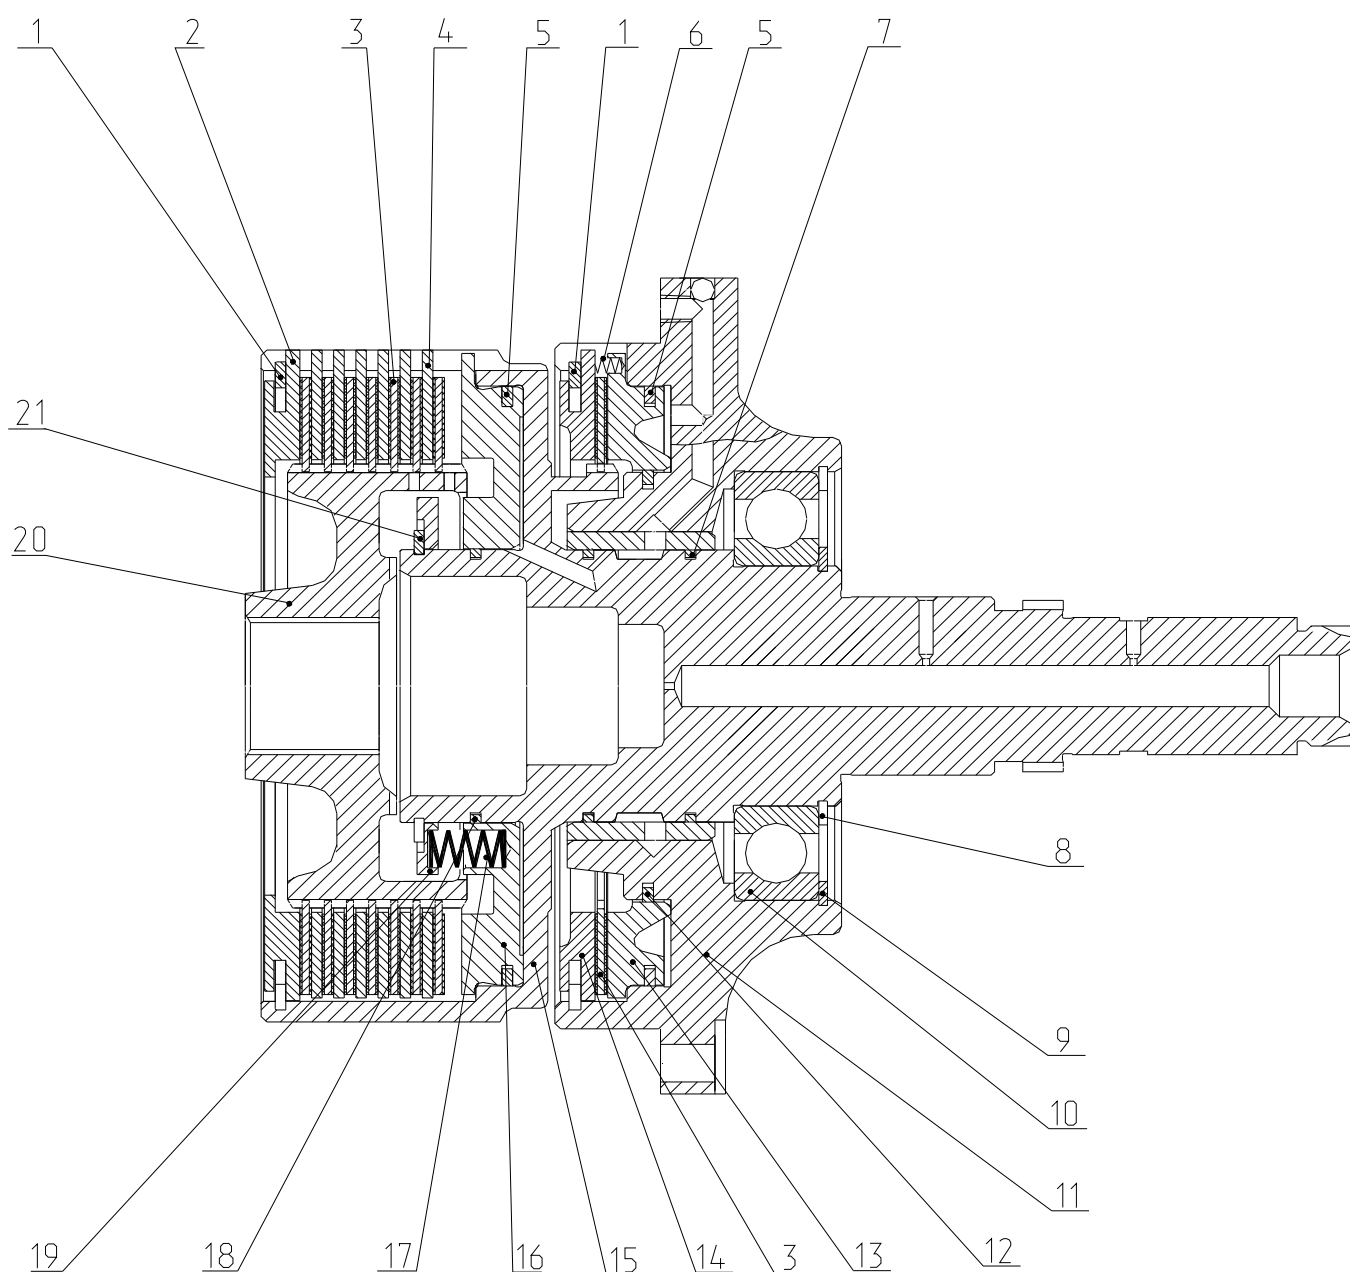

Рис.4.81 Тормоз BOM.
1) снимите, с помощью специальных щипцов, стопорное кольцо (8), (рисунок 4.81), подшипника (10) с вала фрикциона;
2) выпрессуйте вал фрикциона (15), (рисунок 4.81), из корпуса тормоза (11);
3) сожмите, с помощью специальных щипцов, стопорное кольцо (1), (рисунок 4.81), опорного диска (2) фрикциона, и снимите опорный диск;
4) извлеките шлицевую муфту (20), (рисунок 4.81);
5) извлеките пакет ведомых (4), (рисунок 4.81), и ведущих (3) дисков;
6) сожмите под прессом через опорное кольцо (19), (рисунок 4.81), возвратные пружины (17) поршня, и демонтируйте стопорное кольцо (21);
7) снимите опорное кольцо, пружины и поршень (16), (рисунок 4.81);
8) снимите уплотнительные кольца (5), (7), (18), (рисунок 4.81), с поршня и из канавок вала фрикциона.
2) продуйте сжатым воздухом отверстия и расточки вала (15), (рисунок 4.81);
3) установите уплотнительное кольцо (5), (рисунок 4.81), в наружную канавку поршня (16);
4) соедините в замок концы кольца (5), (рисунок 4.81), смажьте кольцо и поршень маслом, проверьте подвижность кольца в канавке в осевом, радиальном и окружном направлениях;
5) установите уплотнительные кольца (7) и (18), (рисунок 4.81), в канавки вала, соедините в замок концы колец, смажьте кольца и поверхности вала маслом, проверьте подвижность колец в канавках в осевом, радиальном и окружном направлениях;
6) установите поршень (16), (рисунок 4.81), в расточку вала, проверьте подвижность поршня в осевом направлении;
7) установите шестнадцать пружин (17), (рисунок 4.81), в выемки поршня, положите на пружины опору пружин (19), поместив концы пружин в выемки опоры;
8) сожмите под прессом пружины через опору, смонтируйте стопорное кольцо (21), (рисунок 4.81), и проследите, чтобы кольцо зашло в фиксирующую канавку вала на всю глубину и по всей окружности;
9) установите муфту шлицевую (20), (рисунок 4.81), по торцу вала;
10) смажьте маслом поверхности семи дисков (3), (рисунок 4.81), и шести дисков (4);
- 12) заведите стопорное кольцо (1), (рисунок 4.81), в канавку диска упорного (2);
- 13) смонтируйте диск (2), (рисунок 4.81), с кольцом (1) в расточку вала и проследите, чтобы кольцо зашло в фиксирующую канавку расточки на всю глубину и по всей окружности, концы кольца должны находиться в теле вала;
- 15) заведите зубчатый сектор вала в шлицевое отверстие диска в корпусе тормоза (11), (рисунок 4.81);
- 16) смажьте, маслом, подшипник (10), (рисунок 4.81), запрессуйте подшипник одновременно на вал и в гнездо корпуса;
- 17) установите стопорные кольца (8) и (9), (рисунок 4.81), в канавки вала и корпуса, проследите, чтобы кольца зашли в канавки на всю глубину и по всей окружности;
- 1) снимите, с помощью специальных щипцов, стопорное кольцо (1), (рисунок 4.81), опорного диска (14) тормоза;
- 2) снимите опорный диск (14), (рисунок 4.81);
- 3) извлеките диск (3), (рисунок 4.81), четыре возвратных пружинки (6) и поршень (13);
- 4) снимите уплотнительные кольца (5), (рисунок 4.81), и (12) с поршня и из канавки корпуса тормоза;
- 5) снимите стопорное кольцо (9), (рисунок 4.81), и выпрессуйте подшипник (10) из корпуса (11).
- 2) установите уплотнительное кольцо (5), (рисунок 4.81), в наружную канавку поршня (13);
- 3 соедините в замок концы кольца (5), (рисунок 4.81);
- 4) смажьте кольцо (5) и поршень (13) маслом, проверьте подвижность кольца в канавке в осевом, радиальном и окружном направлениях;